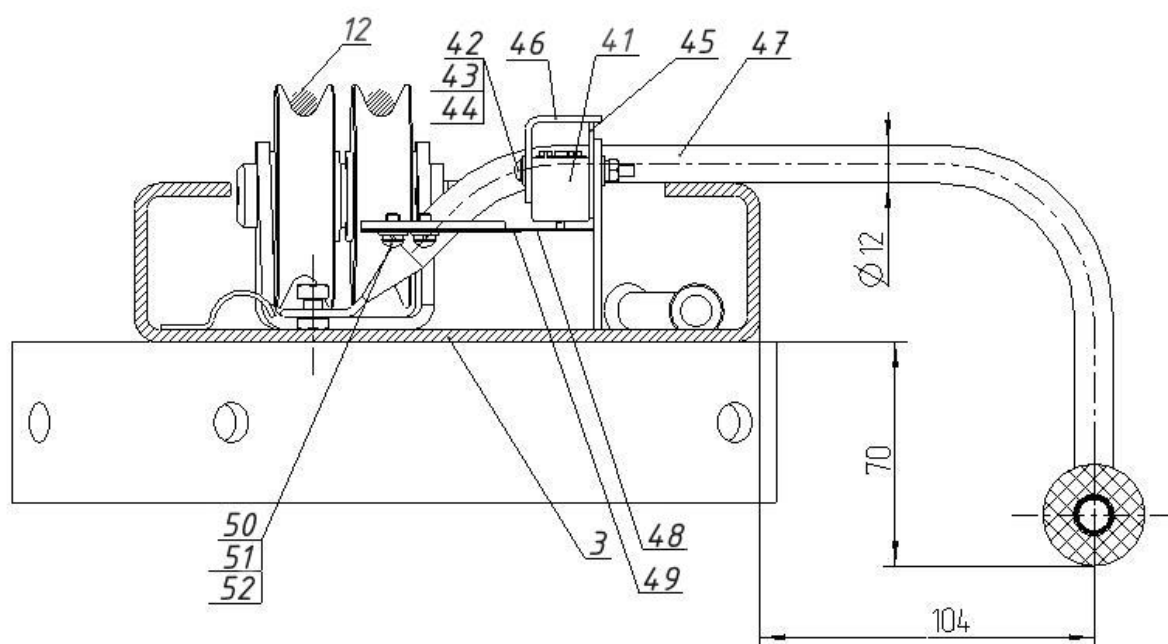

Рисунок 9 – Системы автоматического отключения привода насосной станции при касании автомобиля ограничительной дуги
6.12.2 Установить на перекладину 3 ограничительную дугу 47 (см. рисунок 9) с закрепленными на ней пластинчатыми пружинами 48 и 49 с помощью винтов 50, шайб 51 и 52. На перекладину 3 подъемника установить